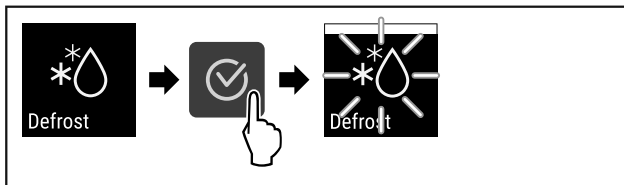

Fig. 85
- ▶ Følg anvisningene (se Fig. 85).